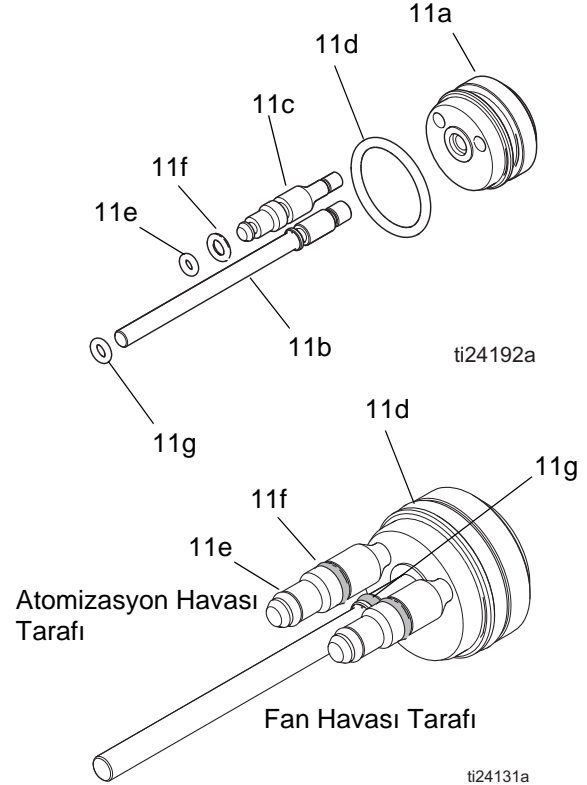
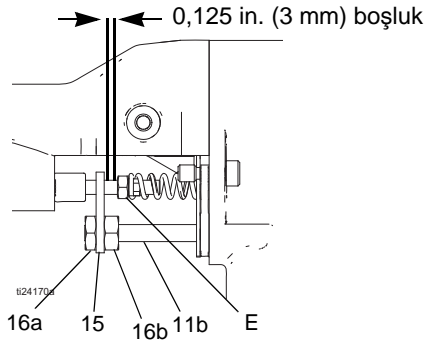

FIG. 33. Piston O-Halkaları
FIG. 34. Aktüatör Kolu Ayarı
2. Hava başlığını sökün, sayfa 39. Tabanca tabakasını (26) sökün.
3. Sıkıştırma somunu (16a), aktüatör kolu (15) ve ayarlama somununu (16b) sökün. Bkz. FIGURE 34.
4. Piston başlığı (13) ve yayı (12) tabancanın arkasından sökün.
5. Pistonu tabancanın arkasından dışarı itirmek için piston çubuğunu (11) itirin.
6. O-halkalarını (11d, 11e, 11f, 11g) hasar yönünden inceleyin. Bkz. Table 3 ve FIGURE 33.
8. İki sapı (11c) tabanca gövdesindeki delikler ile hizalayın ve piston tertibatını dibe temas edene kadar tabancanın arkasına doğru bastırın. Piston başlığı (13) ve yayını (12) takın.
Bkz. FIGURE 34.
2. Ayarlama somunları (16a, 16b) ve aktüatör kolunu (15) sökün. Bkz. FIGURE 34.